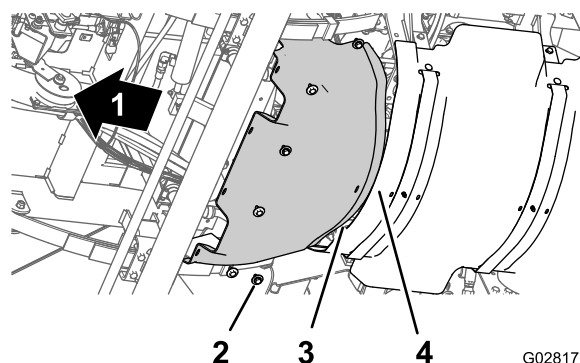

图 59
1. 将前隔热罩上的后凸缘与后隔热罩上的前凸缘对齐图 59。
2. 将前隔热罩上的孔与底盘上的螺纹孔对齐图 59。
3. 使用 拆下前隔热罩 (页码 42) 的步骤 3 中卸下的 6 个六角头螺栓和 6 个垫圈图 59 将前隔热罩组装到机器上。